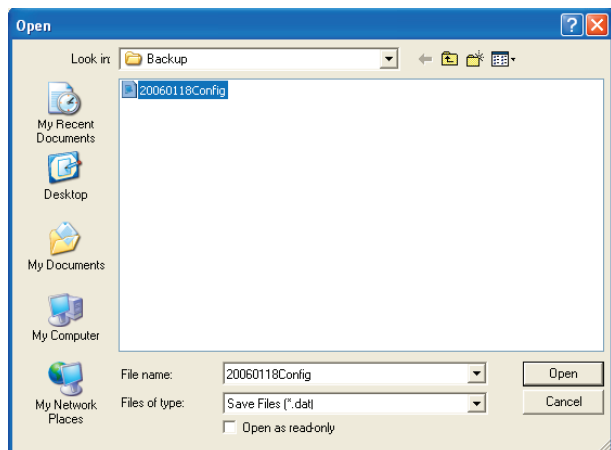

рисунок 8.23: Окно Open configuration file
- 1 Из главного меню щелкните по кнопке Open configuration file. Появится следующее окно (см. рисунок 8.23).